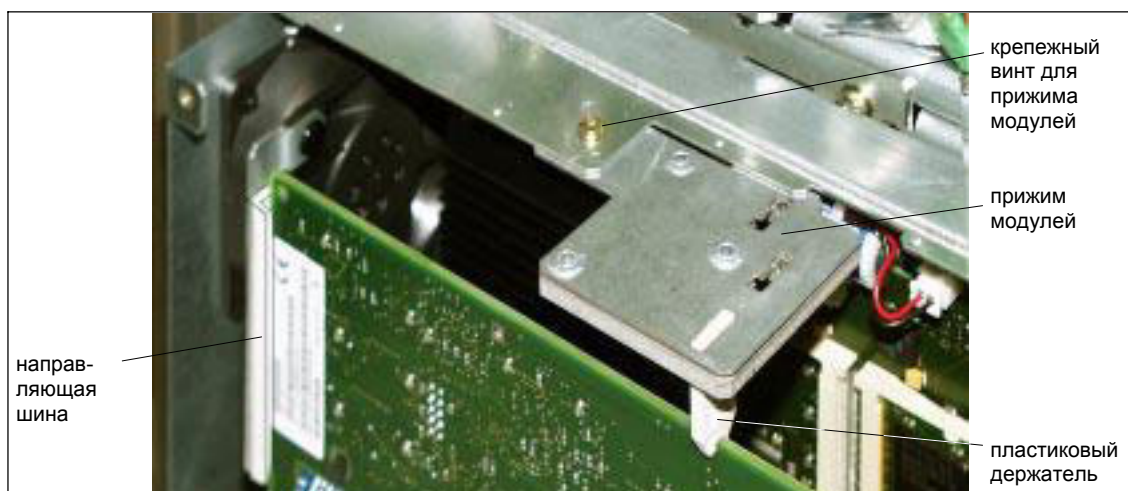

Рис. 2-12 Крепеж MCI-Board
4. Открутить крепежный винт прижима модулей (рис. 2-12 MCI-Board) и удалить прижим модулей.